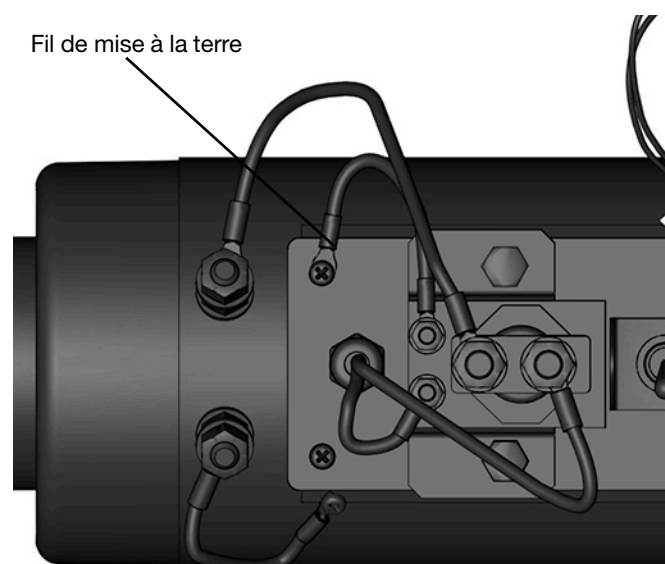

FIG. 27
9. Insérez les quatre vis du couvercle de la boîte à bornes et serrez-les en vous assurant que le fil de mise à la terre est correctement connecté (voir FIG. 27).